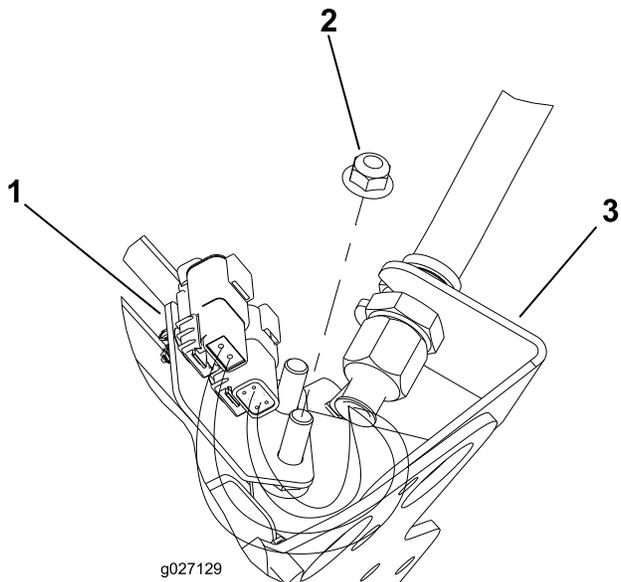
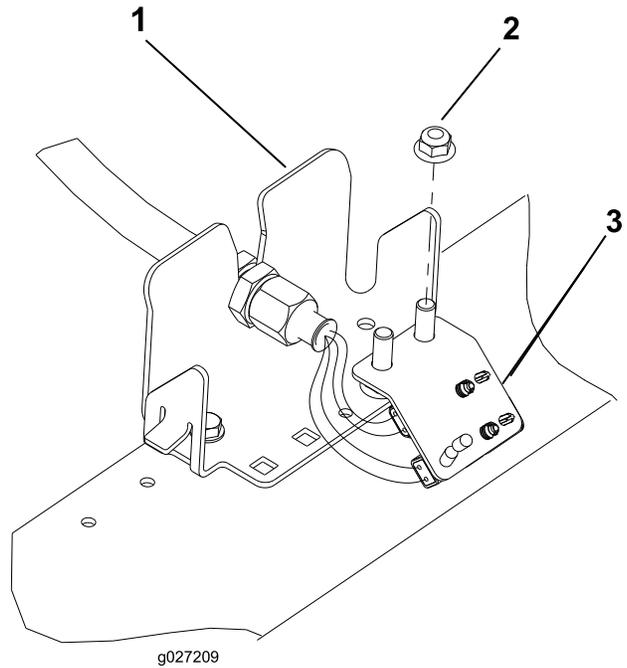

图12
图15
6. 对剩余（4 个）隔板位置重复相关步骤，如图12至图15所示。